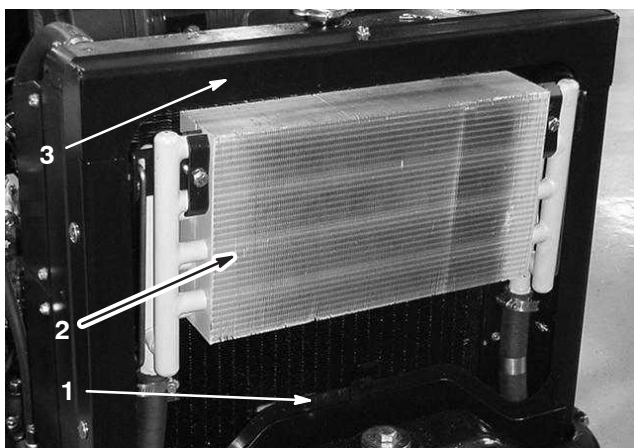

Figure 45
2. Déposez le panneau d'accès (Fig. 45).